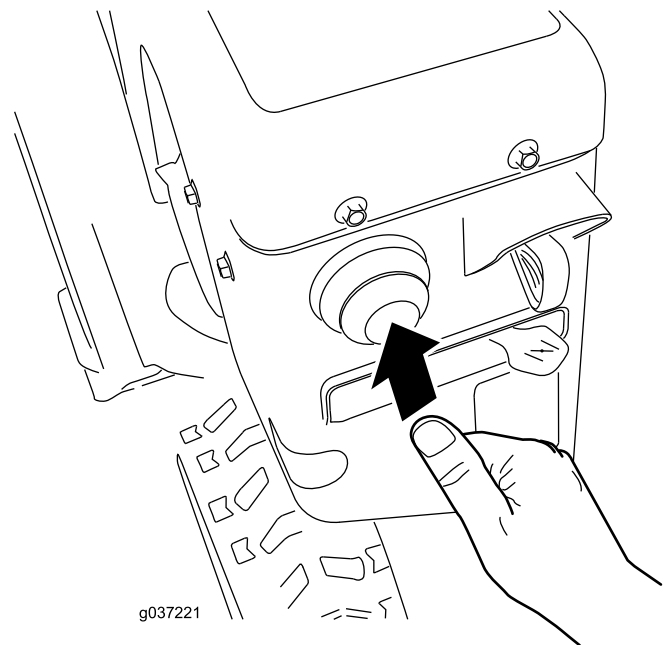

Bild 21
4. Drücken Sie mit dem Daumen kräftig auf die Kaltstarthilfe, siehe Tabelle unten, halten Sie die Kaltstarthilfe jeweils für eine Sekunde gedrückt (Bild 21).